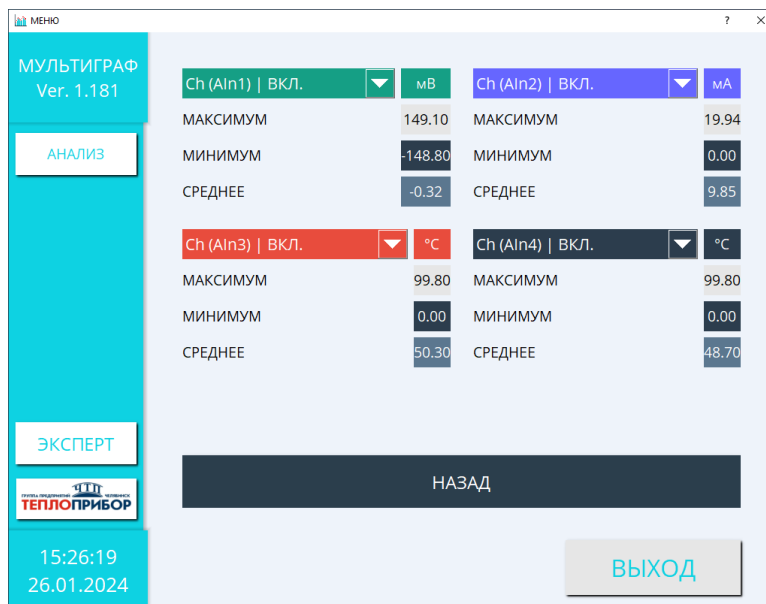

Рисунок 2.57 – Анализ сигнала
2.4.3.1 Функция «АНАЛИЗ СИГНАЛА» накапливает данные с каналов измерения и выводит на экран максимальные, минимальные и средние значения за период регистрации (рис. 2.57).